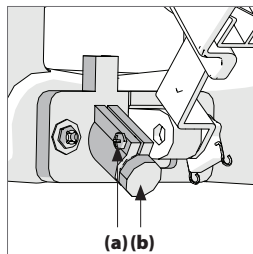

Рис. 6
- Ослабьте зажимной винт (**рис. 6 (а)**).
- Осторожно поворачивайте лазерный модуль (**рис. 6 (б)**), пока луч не будет параллелен линии на картоне.